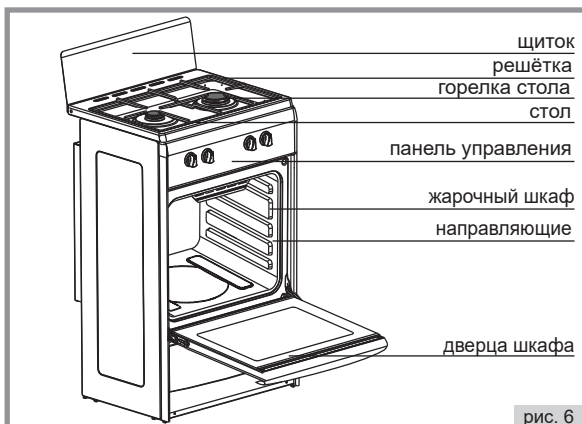

рис. 6
■ Комбинированная плита - это специальное устройство для приготовления пищи за счет образования тепла от сгорания газа в газовых горелках и от нагрева ТЭНов жарочного шкафа (рис.6). Горелки расположены на рабочем столе плиты, ТЭНовы расположены в жарочном шкафу. Управление работой газовых горелок осуществляется кранами, работа ТЭНов осуществляется переключателями мощности. Для зажигания газовых горелок используется интегрированный розжиг. Для горения газа необходим воздух помещения. Устройство для отвода продуктов сгорания газа не предусмотрено.